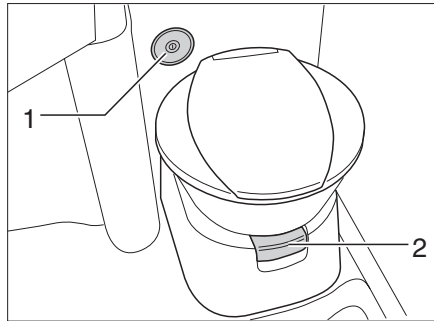
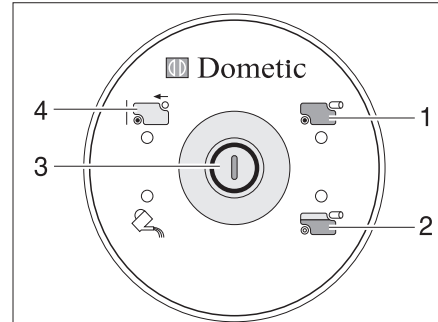

Bild 280 Toilettenschüssel mit Kontroll- und Bedieneinheit
Bild 281 Kontroll- und Bedieneinheit Toilette
Vor der Benutzung der Toilette etwas Wasser in die Toilettenschüssel laufen lassen. Dazu den Spülknopf (Bild 281,3) an der Kontroll- und Bedieneinheit (Bild 280,2) drücken.
- Vor dem Spülen den Schieber der Toilette öffnen. Dazu den Schieberhebel (Bild 280,1) herausziehen.
- Zum Spülen den Spülknopf (Bild 281,3) drücken.
Die Kontroll-Leuchte (Bild 281,2) leuchtet, wenn der Fäkalientank zu 3/4 gefüllt ist. Die Kontroll-Leuchte (Bild 281,1) leuchtet, wenn der Fäkalientank entleert werden muss.
- Den Schieber öffnen. Dazu den Schieberhebel (Bild 280,1) herausziehen.
- Den Schieberhebel (Bild 280,1) hineindrücken. Der Schieber wird geschlossen. Zum Entleeren **muss** an der Toilette der Schieber geschlossen sein.
- Fäkalientank entnehmen und entleeren, wie in den Abschnitten 11.8.4 und 11.8.5 beschrieben. An der Kontroll- und Bedieneinheit leuchtet die Anzeige "Fäkalientank entnommen" (Bild 281,4).